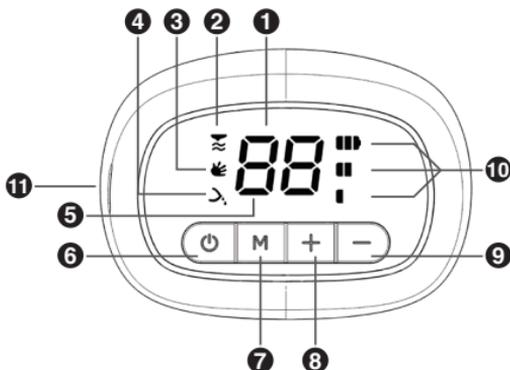

Рисунок 2.
3.2. Основные элементы управления и индикации блока управления указаны на рис. 2
5.4.2. Перед использованием молокоотсоса убедитесь, что уровень заряда аккумулятора достаточный для работы устройства. Индикаторы уровня заряда аккумулятора отображаются на дисплее (10, рис.2).
5.4.4. Подключите один конец USB кабеля, Type-C к блоку управления со встроенным аккумулятором в специальный разъем (11, рис.2), а второй конец — в сетевой адаптер питания.
5.4.5. Подключите адаптер к электрической сети. Автоматически начнется зарядка аккумулятора, на дисплее отобразится один из индикаторов уровня заряда (10, рис. 2).
- При низком заряде аккумулятора, при работе молокоотсоса, один из трех индикаторов батареи (10, рис.2) будет мигать белым цветом.
- Во время зарядки индикаторы батареи (10, рис.2) будут мигать белым цветом, постепенно сменяя друг друга, в зависимости от уровня заряда аккумулятора.
- При полном заряде аккумулятора тройной индикатор батареи (10, рис.2) на дисплее мигает белым цветом, если он подключен к источнику питания.